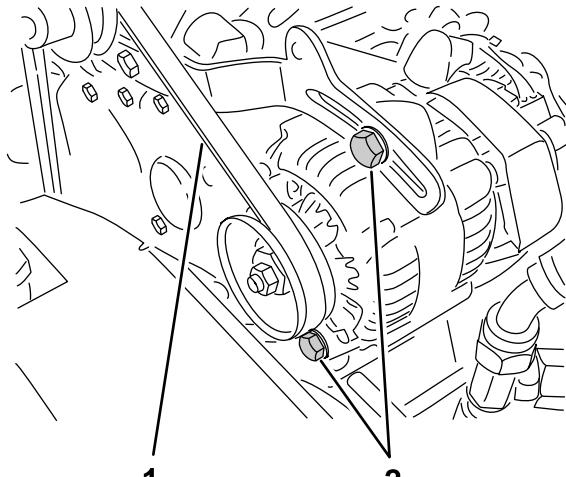

図 67
2. クランクシャフトとオルタネータのプーリ間の中央でベルトを指で押してベルトの張りを点検する押す力は 10kg 程度(図 67)。
- A. オルタネータの取り付けボルト 2 本をゆるめる図 67。
- B. エンジンとオルタネータの間にバールを入れて適當な張りに調整し、取り付けボルトを締め付ける図 67。